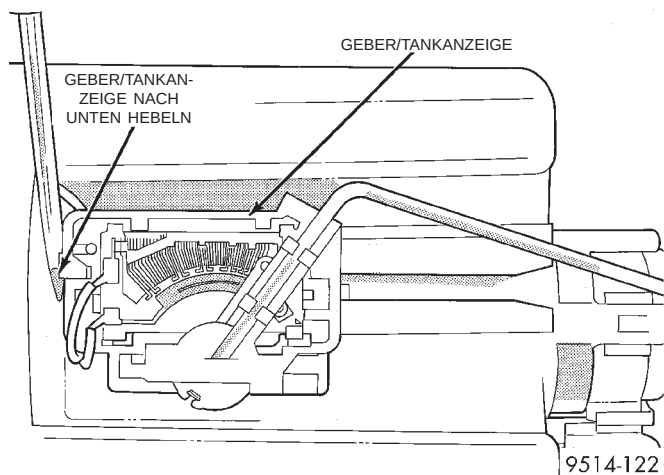

Abb. 23 Geber/Tankanzeige lockern
(3) Zwischen der Kraftstoffpumpeneinheit und der Oberseite des Gehäuses des Gebers/Tankanzeige einen Schraubendreher einführen (Abb. 23). Den Geber/Tankanzeige leicht nach unten drücken.